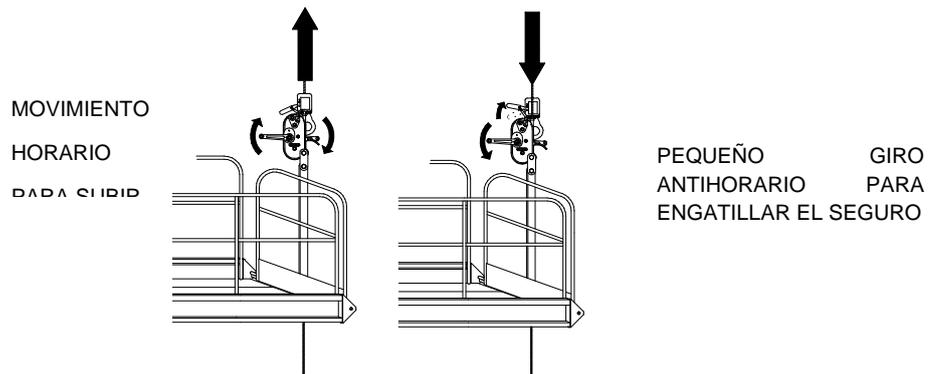

Fig. 3-4 Subida en CO-500 y T-500
- Accionar las Manivelas hacia la derecha (en el sentido de las agujas del reloj). (Ver Fig. 3-4 izquierda).
- Cuando la Plataforma llegue al punto deseado, girar las Manivelas del Aparejo de Elevación un poco hacia la izquierda (en sentido contrario a las agujas del reloj) hasta que el seguro principal quede engatillado. (Ver Fig. 3-4 derecha).